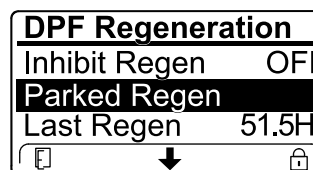

Figura 56
- Se o computador do motor pedir uma regeneração de recuperação ou se estiver a processar uma regeneração de recuperação e percorrer a opção REGENERAÇÃO EM ESTACIONAMENTO, a regeneração em estacionamento bloqueia e o ícone de bloqueio (Figura 56) surge no canto inferior direito do InfoCenter.